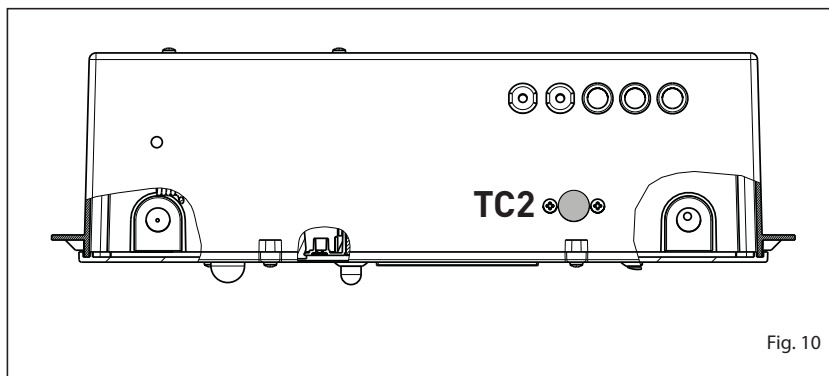

Fig. 10
3.2.6 Termostat andet trin modulering (fig. 10)